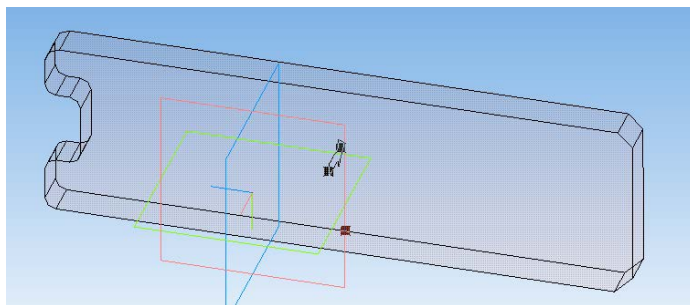

Рис. 4.15.
52. На панели инструментов слева выберите «Редактирование детали», затем «Операция выдавливания». В поле «Расстояние» ввести 10. Получается такой объект как на рис. 4.15.